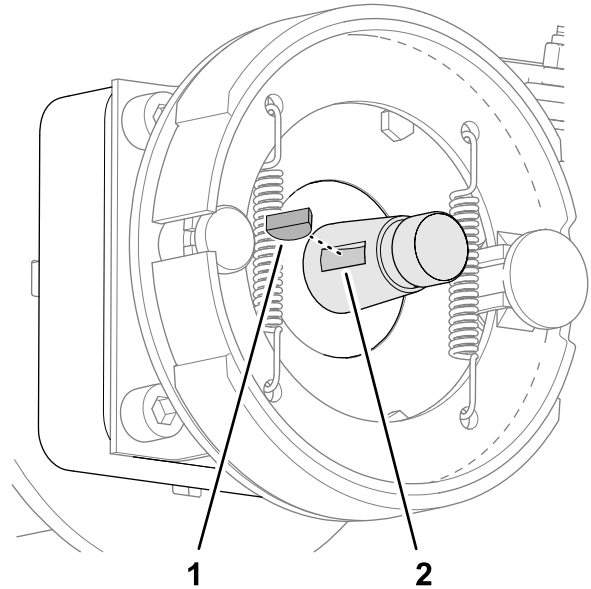

Figure 85
2. Insérez la clavette demi-lune dans la rainure de l'arbre du moteur de roue (Figure 85).